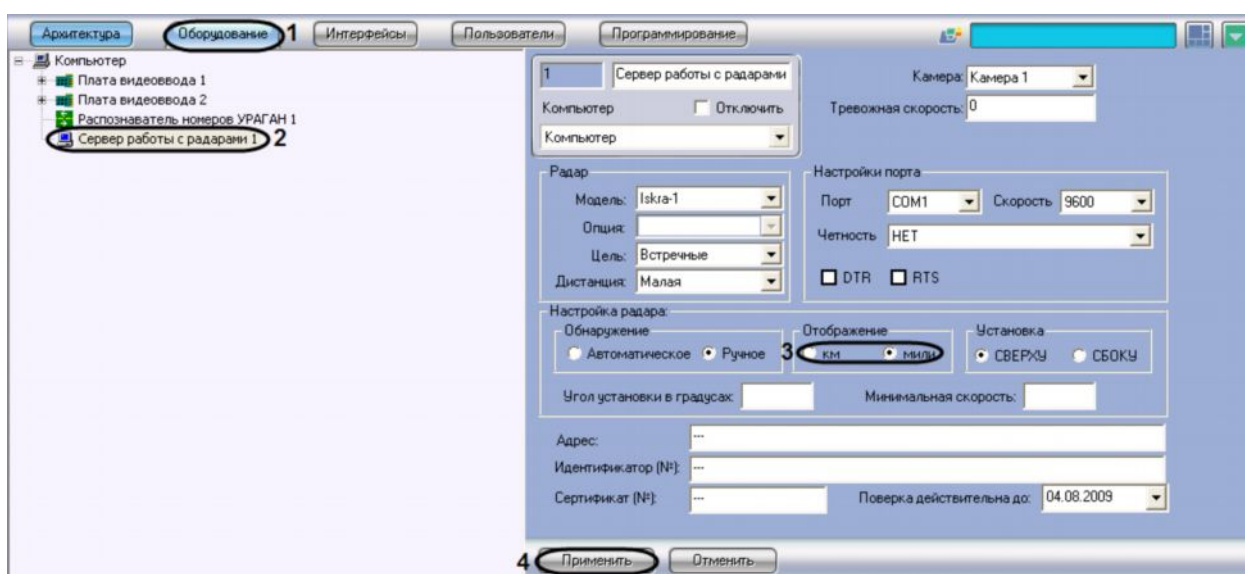

Рис. 7.4.10-1 Настройка вывода данных о скорости движения транспортного средства
- В диалоговом окне «Настройка системы» перейти на вкладку «Оборудование» (см. Рис. 7.4.10-1, 1).
2. В дереве объектов на вкладке «Оборудование» выбрать объект «Сервер работы с радарными», соответствующий настраиваемому программному модулю «Радар» (см. Рис. 7.4.10-1, 2). В правой части вкладки «Оборудование» отобразится панель настройки выбранного объекта.
3. В панели «Отображение» выбрать единицу измерения, с которой данные о скорости движения транспортного средства передаются в программный комплекс «Авто-Интеллект» (см. Рис. 7.4.10-1, 3).
4. Нажать кнопку «Применить» (см. Рис. 7.4.10-1, 4).